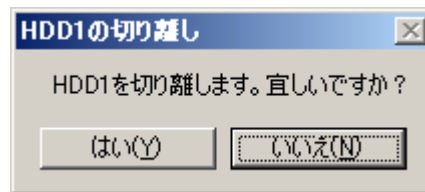

図 12-14 HDD 1 の切り離し確認メッセージ
- ① 切り離したい HDD のアイコンを右クリックします。
- ② プルダウンメニューが表示されますので、「オフライン」をクリックします。なお、切り離しが可能ではない HDD の場合、コンピュータの管理者アカウントでログオンしていない場合は、「オフライン」メニューは無効表示となります。
- ③ 「オフライン」をクリックすると、図 12-14 に示す確認メッセージが表示されます。切り離し処理を続行する場合は、「はい」ボタンをクリックします。「いいえ」をクリックすると、切り離し処理は行いません。